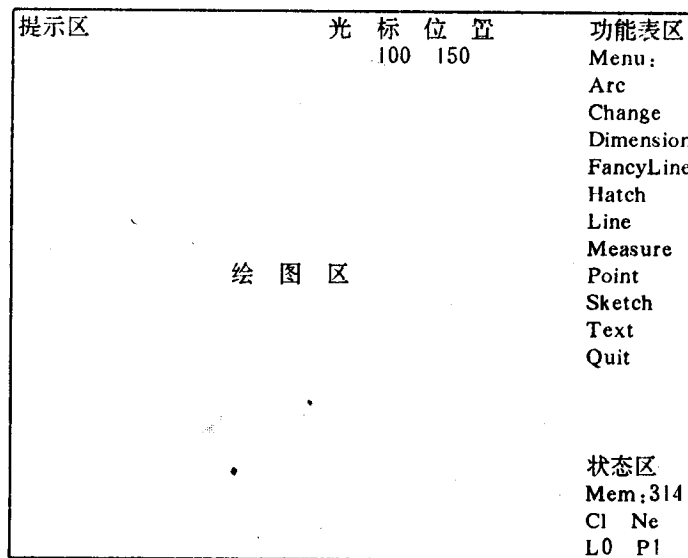

图 1-1 Turbo CAD 绘图屏幕
当启动 Turbo CAD 新建图形文件时,其绘图屏幕如图1-1所示。绘图屏幕画面由五部分组成:
2. 功能表区:在屏幕右边显示的一系列绘图命令菜单。用户可用光标控制键来选择所需的命令来绘图。功能表区(菜单)的内容随所选操作的不同而有所不同,新建图形文件,即进入绘图状态的功能表(主菜单)如图1-1所示。其菜单(功能表项)含义如下: